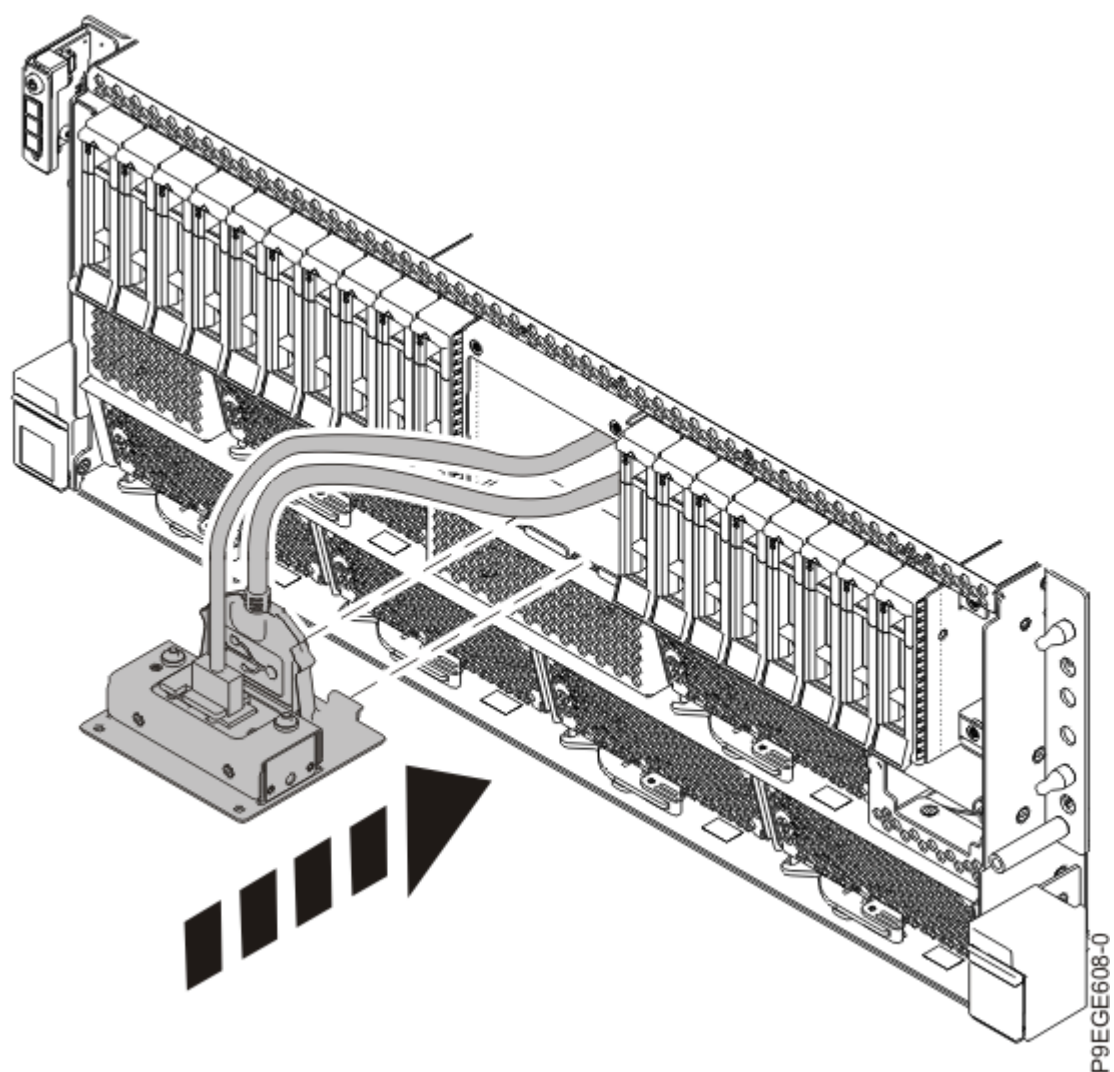

Figura 23. Inserindo o cabo USB frontal
3. Insira o cabo USB frontal na abertura da frente do sistema, conforme mostrado na Figura 23 na página 25. Passe o cabo pelo chassi e por todo o lado direito do chassi do sistema.